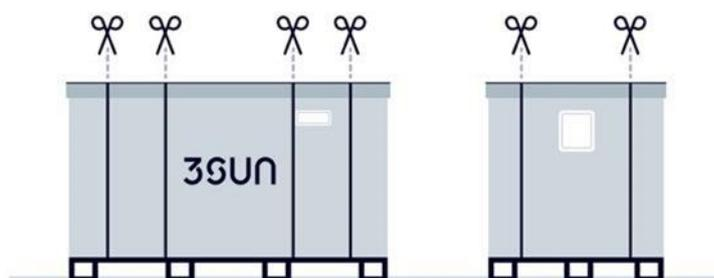

Figura 13: Ordine di rimozione delle cinghie interne della scatola
- a) Tagliare le cinghie esterne della scatola (Figura 13)